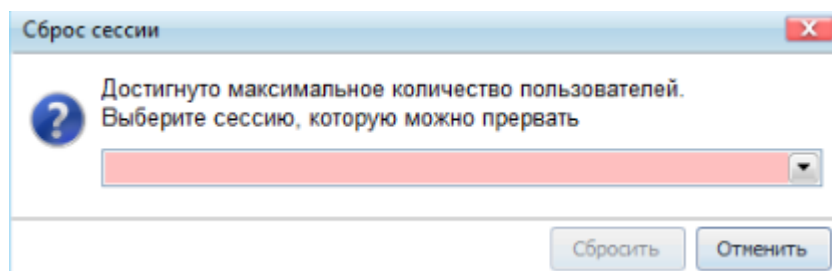

Рисунок 7.43 – Модальное окно «Сброс сессии»
- флаг «*Привилегированный пользователь*» – по умолчанию не установлен. Пользователю, наделенному признаком «*Привилегированный пользователь*», при авторизации в системе (независимо от способа авторизации), когда свободных лицензий уже нет, отображается модальное окно «Сброс сессии» (Рисунок 7.43). Пользователю, у которого настроена NT-авторизация и который наделен признаком «*Привилегированный пользователь*», при авторизации в системе, когда свободных лицензий уже нет, отображается модальное окно «Сброс сессии». Для сброса сессии необходимо в модальном окне «Сброс сессии» из раскрывающегося списка активных сессий выбрать сессию пользователя только нужной подсистемы. Для сохранения установленного признака «*Привилегированный пользователь*» необходимо нажать кнопку «*Сохранить*». Флаг можно установить, даже если пользователь объявлен не действующим. Если признак «*Привилегированный пользователь*» был установлен у действующего пользователя, а признак «*Действующий пользователь*» потом был снят, флаг «*Привилегированный пользователь*» будет по-прежнему установлен.